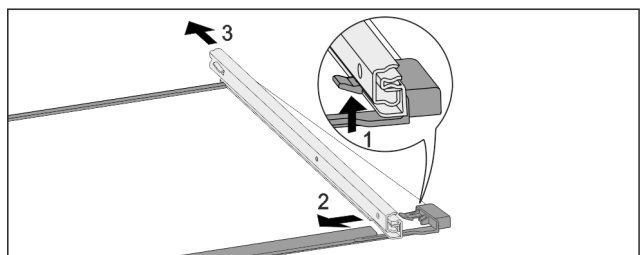

Fig. 159 Glasplatte mit Schienen
- Vorderen Rasthaken nach oben drücken. Fig. 159 (1)
- Auszugsschiene zur Seite Fig. 159 (2) und nach hinten Fig. 159 (3) wegschieben.